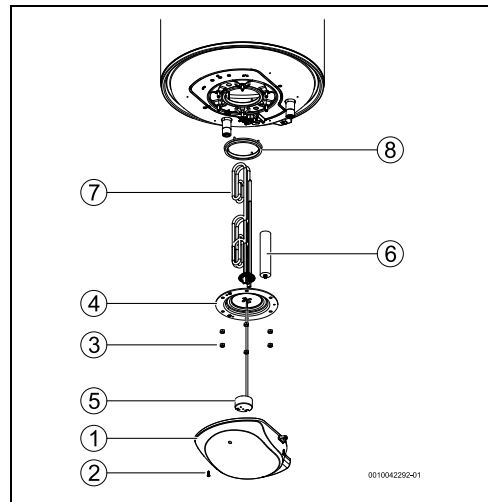

Fig. 11
- ▶ Régler le thermostat sur la température maximale, tourner le thermostat vers la gauche jusqu'à ce qu'il s'arrête (→ Fig. 11)